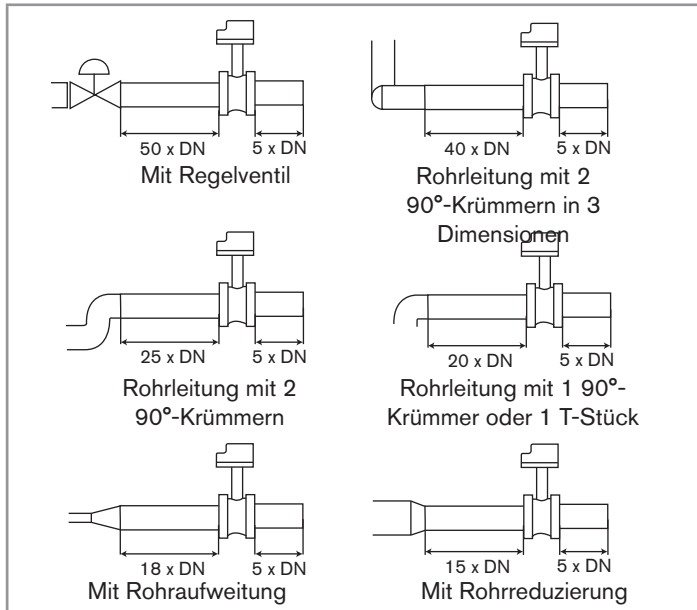

Bild 2: Mindest- und -auslaufstrecken je nach Aufbau der Rohrleitungen.
- Das Gerät so in die Rohrleitung montieren, dass die Mindesteinlauf- und -auslaufstrecken eingehalten werden, wie in Bild 2 und Norm EN ISO 5167-1 dargestellt.